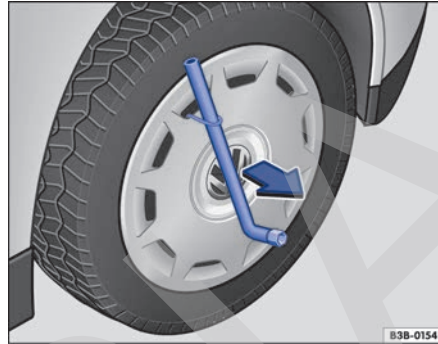

Fig. 215 Desmontar el tapacubos integral.
- Introduzca la llave de rueda por el gancho de alambre → fig. 215 y tire del tapacubos en el sentido de la flecha.